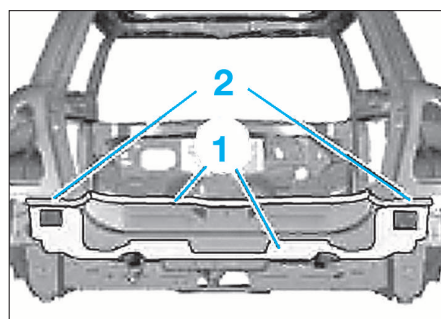

FIG. 26
- Meuler les points de soudure dans les zones (1) (Fig.26).
- Souder les zones (1) et (2) (Fig.26).